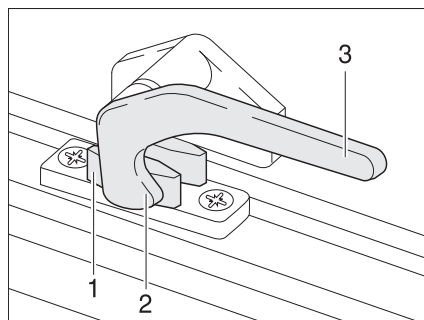

Fig. 52 Palanca de bloqueo en la posición de "cerrado"
- Girar la palanca de bloqueo (Fig. 52,3) un cuarto de vuelta hacia la mitad de la ventana.
- Girar la palanca de bloqueo (Fig. 52,3) un cuarto de vuelta hacia el marco de la ventana. El saliente de bloqueo (Fig. 52,2) se encuentra en la cara interior del bloqueo de la ventana (Fig. 52,1).
- En la posición "cerrada fijamente" (Fig. 52).